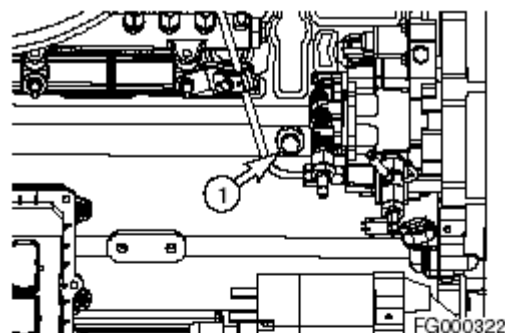

Рисунок 95
4. Извлеките из двигателя пробку для слива охлаждающей жидкости (1, Рисунок 95)